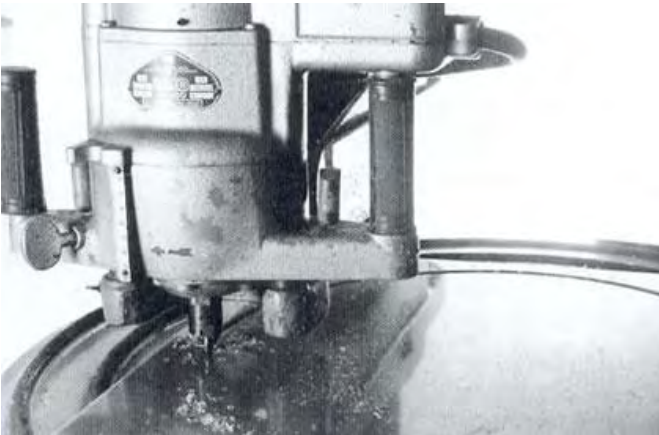

Рисунок 18 - Торцевая фреза
- Торцевая фреза во фрезерном станке с крепежным столом, смонтированным на оси (Рисунок 18).